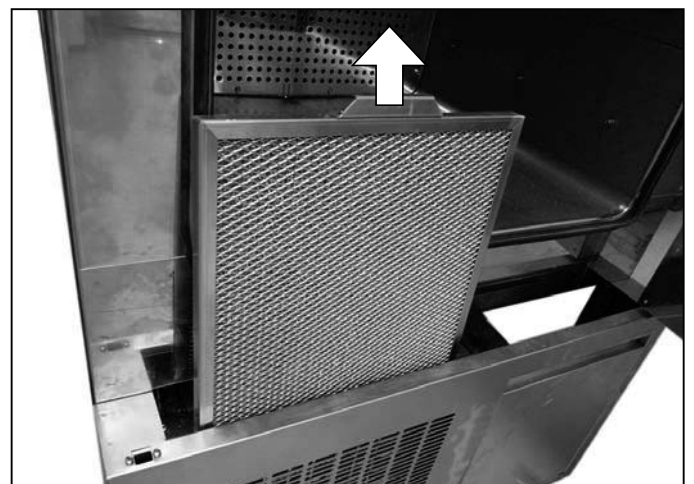

Abb. 41 Luftfilter herausziehen
3. Filter am Griff nach oben herausziehen (Abb. 41).